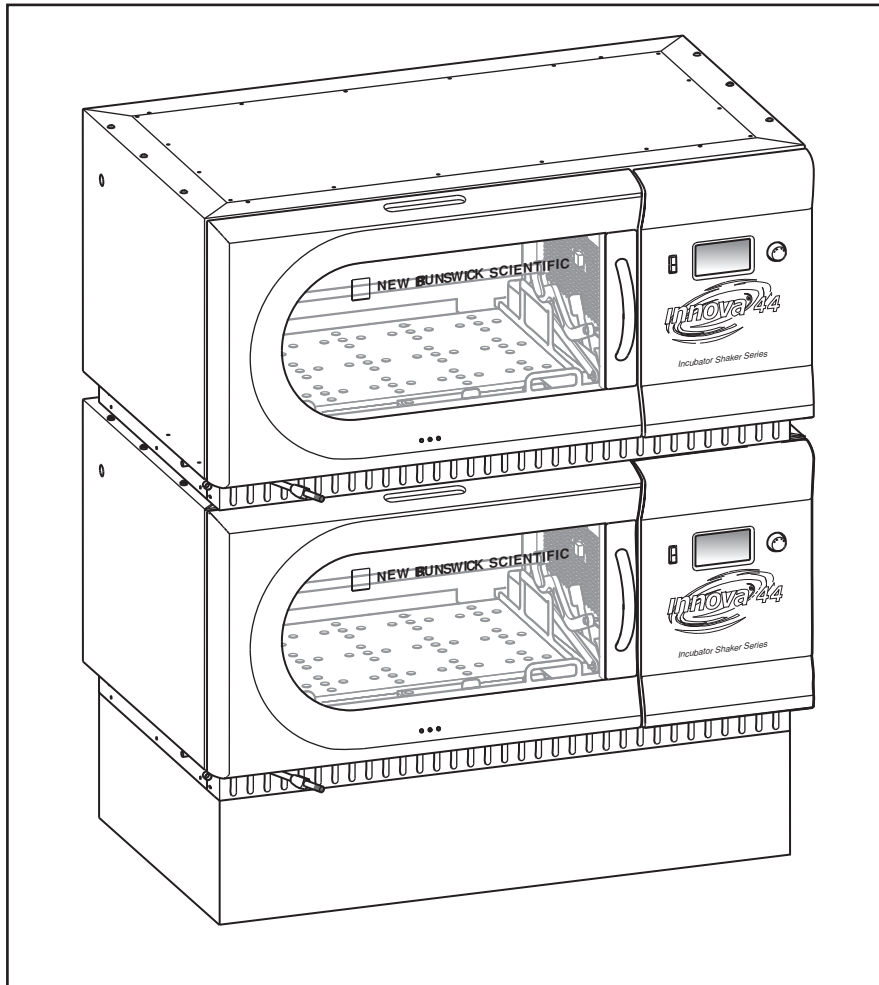

Abb. 6-7: Gestapelte Schüttler
4. Befestigen Sie die Unterseite des oberen Schüttlers wie in der Abbildung dargestellt (siehe Abb. 6-7 auf S. 31) mit den dafür vorgesehenen Schrauben, Sicherungs- und Unterlegscheiben an den Montagewinkeln (welche bereits an dem Schüttler darunter befestigt sind).